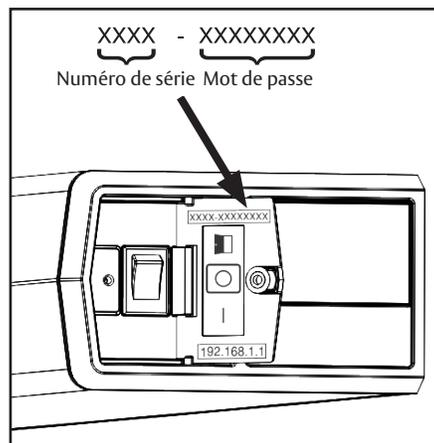

Figure 13
- Le numéro de série, le mot de passe et l'adresse IP de l'opérateur se trouvent à l'intérieur du capuchon d'embout. (Figure 13)